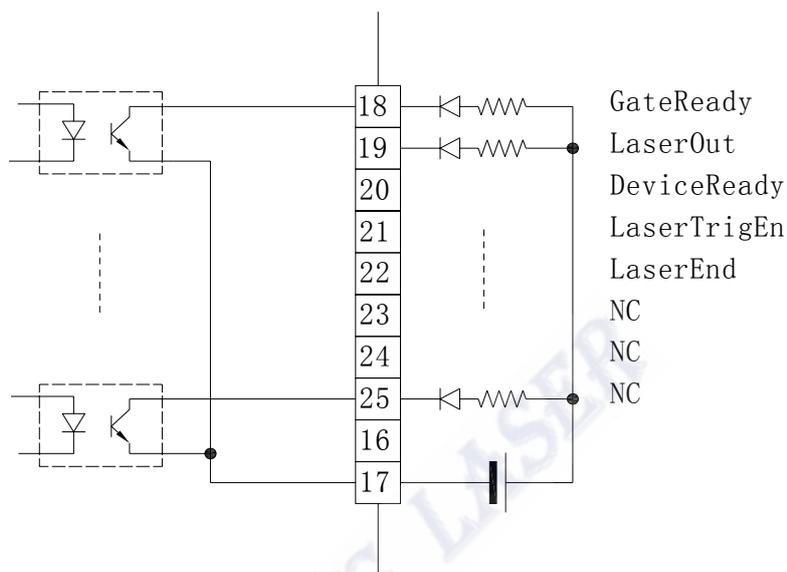

图 5-6 CN2 输出接口电路
注：①这个信号作为外控设备判断当前机器是否可以接收新的激光触发信号。当这个信号有效时，外部激光触发信号有效，当这个信号无效时，外部激光触发被忽略。在电平控制模式，激光触发信号有效期间可以忽略该信号。这个输出信号主要是用于消除干扰脉冲过滤太频繁的触发信号，以防止设备因过载而发生保护现象。CN2 输出接口电路（如图 5-6）